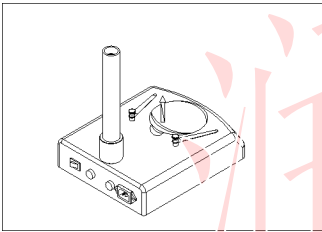

图 11
- (一) 把手指放在工作板的一个凹槽内，向上抬起并取出工作板（如图 11）。